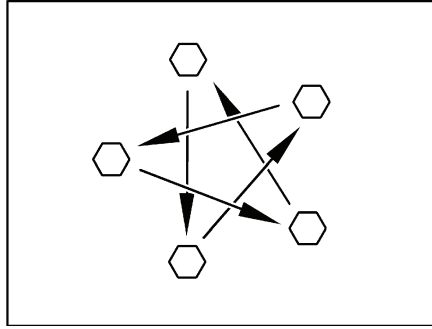

Bild 170 Radmuttern oder Radschrauben über Kreuz anziehen
- Radmuttern oder Radschrauben regelmäßig auf festen Sitz prüfen. Radmuttern oder Radschrauben eines ausgewechselten Rades nach 50 km über Kreuz nachziehen (Bild 170). Anzugsdrehmoment siehe Abschnitt 15.5.2.
- ▷ Radmuttern oder Radschrauben über Kreuz anziehen (Bild 170).